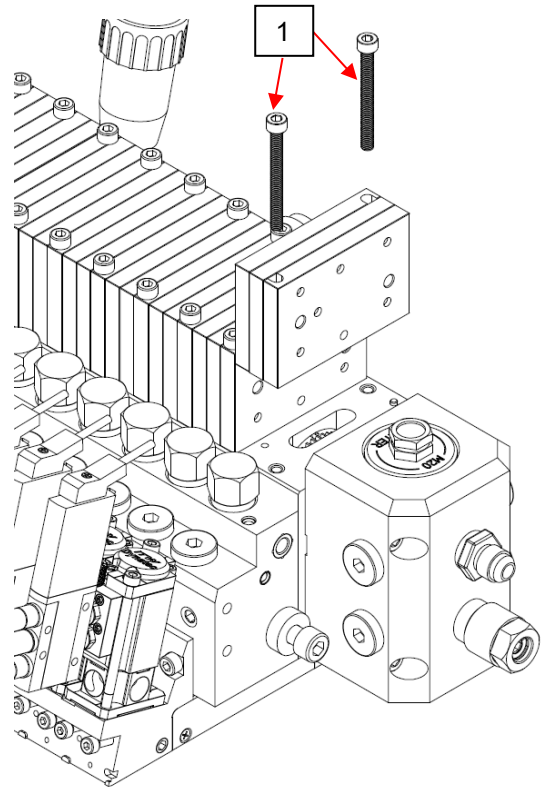

Fig. 1
5. Retirer les deux vis (1) maintenant la pompe en place (voir Fig. 1).
- Une fois le corps de pompe centré sur le bloc de pompe, installer les vis et rondelles (voir Fig. 1).